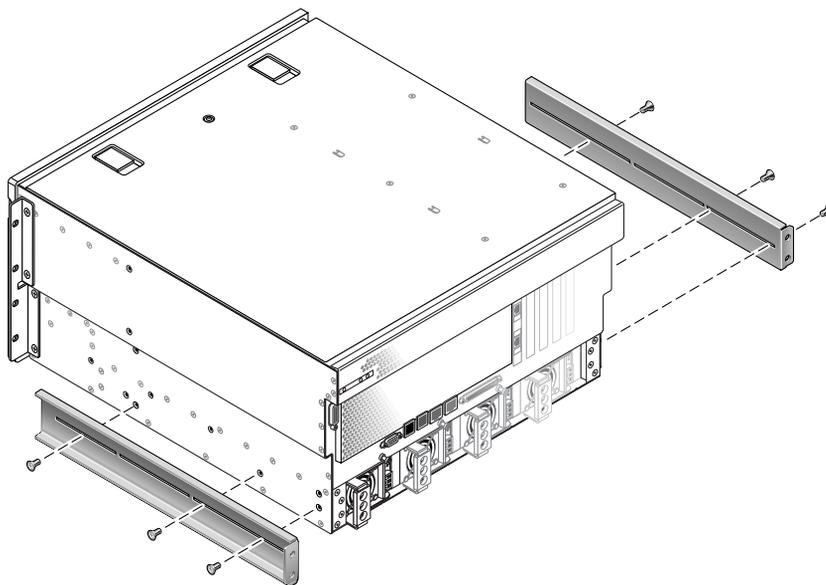

FIGURA 3-19 Acoplamiento de los soportes de apoyo de montaje posterior
5. Instale los apoyos de montaje posteriores de la parte posterior del servidor, extendiendo los apoyos hasta la profundidad medida del bastidor (FIGURA 3-19).